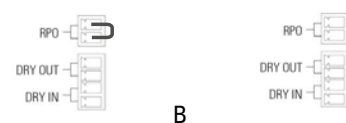

Abb. 21. Stecker für den externen RPO-Schalter.
- Sobald der Anschlussstecker aus der Steckdose, in der er eingesteckt ist, herausgezogen wird. Dieser Stecker ist an einem Kabel als eine Art Brücke, die den Stromkreis schließt, angeschlossen (siehe Abb. 21-A).
- Oder, wenn der externe Schalter des Geräts und des Benutzers, der zwischen den Anschlüssen des Steckers installiert ist, betätigt wird (siehe Abb. 21-B) Der Anschluss am Schalter muss mit einem normalerweise geschlossenen Kontakt -NC- ausgestattet sein, der den Stromkreis öffnet, wenn er betätigt wird.